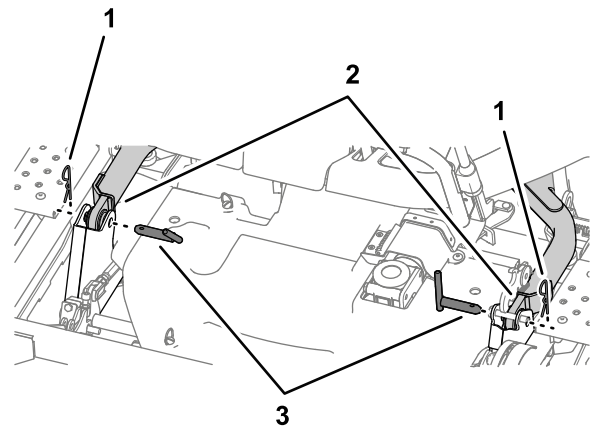

Bild 115
10. Entfernen Sie die zwei Klappstecker und zwei Lastösenbolzen, mit denen die Hubarme an jeder Seite des Mähwerks befestigt sind (**Bild 115**).
6. Setzen Sie den Klappstecker und den Lastösenbolzen ein, um die Hubarme an jeder Seite zu befestigen, siehe **Bild 115** in Entfernen des Mähwerks \(Seite 82\).